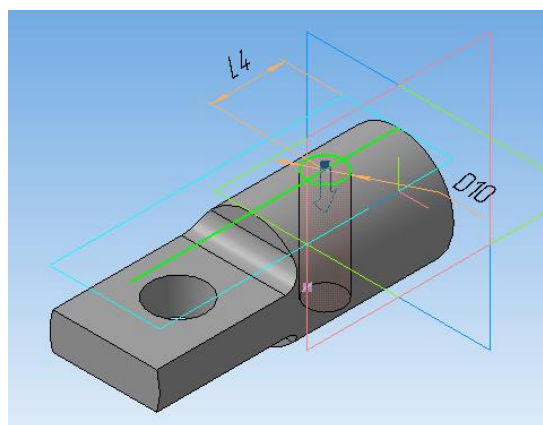

Рисунок 50.
23.Выполните **Вырезать выдавливанием**, задать прямое направление, выбрать способ построения **Через все** (рисунок 50).